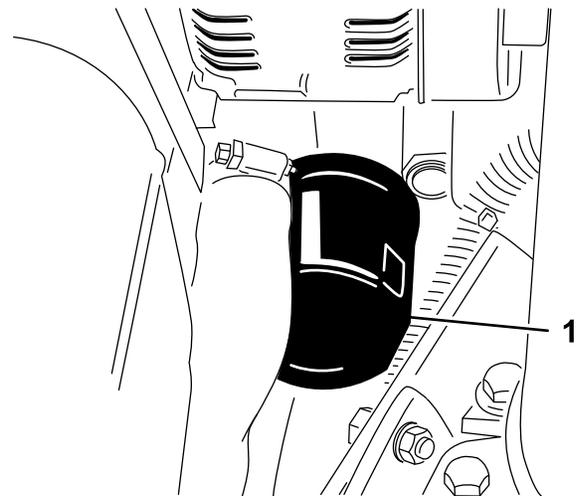

Figura 37
3. Retire el filtro de aceite (Figura 37).